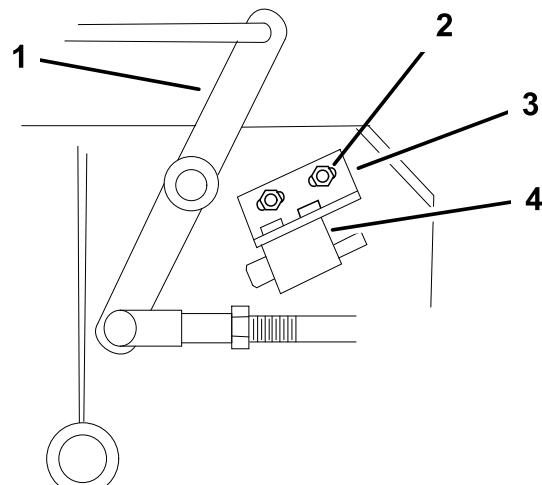

Figure 44
4. Le cas échéant, réglez le contacteur de sécurité des lames en desserrant les boulons de fixation du support du contacteur (Figure 44).
**Remarque:** Le levier coudé **ne doit pas** toucher le corps du contacteur, car celui-ci pourrait être endommagé (Figure 44).